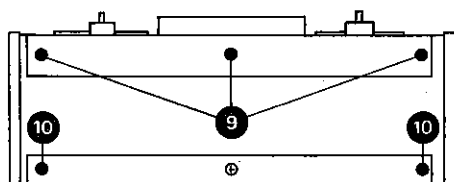

Fig. 3.2.-4
- Rollen (4) der Bandzugwaagen abnehmen, dazu die beiden Deckel abschrauben (ohne Werkzeug).
- Andruckrolle (8) nach Losschrauben des Deckels abnehmen (ohne Werkzeug).
- Kopfabdeckung (7) nach vorn abziehen.
- Klebeschienenplatine (6) vorsichtig nach vorn abziehen.
- 5 Kreuzschlitzschrauben (3) lösen.
- Frontblech vorsichtig (Umlenkrollen (5)) abnehmen.
3.2.3. Removal of Front Panel (fig. 3.2. - 3)
- Unscrew the caps (4) (no tools required) from the two tape tension sensor arms and remove rollers.
- Unscrew cap (no tools) from the pinch-roller and remove pinch-roller (8).
- Pull off the head cover (7).
- Remove splicing rail plate (6) by carefully pulling it forward.
- Remove 5 Phillips screws (3).
- Take off front panel, carefully avoiding any damage to the tape idlers (5).
3.2.3. Démontage de la plaque frontale (Fig. 3.2. - 3)
- Oter les poulies des palpeurs (4) après en avoir dévissé le couvercle (à la main).
- Même processus pour le galet presseur (8).
- Retirer le couvercle des têtes en tirant en avant (7).
- Retirer délicatement en avant la platine du rail de montage (6).
- Dévisser 5 vis à tête en croix (3).
- In vorderer Fussleiste 3 Kreuzschlitzschrauben (9) lösen (Fig. 3.2. – 4).
- Die 2 äusseren Kreuzschlitzschrauben (10) (Fig. 3.2. – 4) im hinteren Fuss lösen.
- Remove 3 Phillips screws (9) from front support rail, (fig. 3.2. – 4).
- Remove the 2 outside Phillips screws (10) from the rear support rail, (fig. 3.2. – 4).
- Dévisser les 3 vis de fixation du pied avant (9) (Fig. 3.2. – 4).
- Dévisser les vis des deux extrémités du pied arrière (10) (Fig. 3.2. – 4).